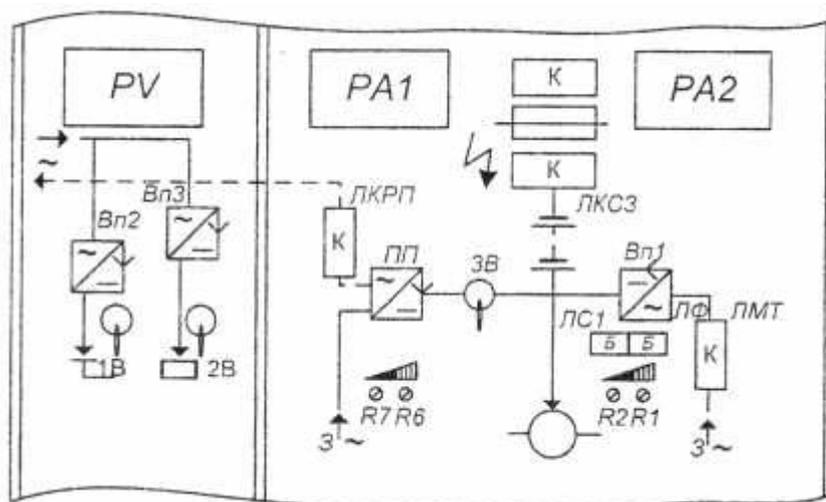

Рисунок 7. Мнемосхема выпрямительно-преобразовательной панели ПВП-ЭЦК
7.8.4. На лицевой стороне дверей панели ПВП-ЭЦК имеется мнемосхема разводки питания (рисунок 7), на которую выведены основные элементы коммутации и регулировок.